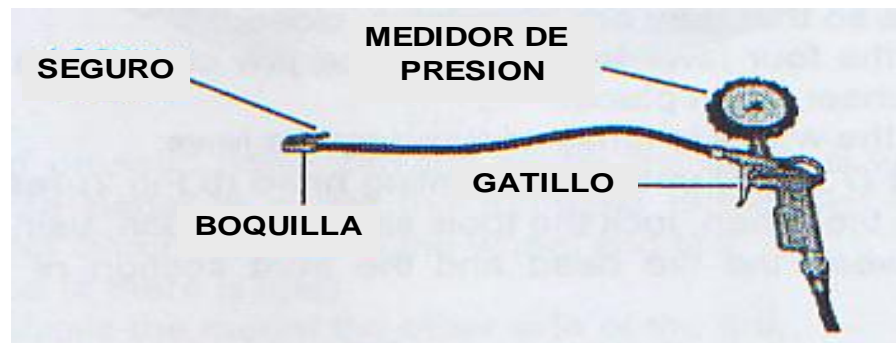

FIG. 4
- 5) Presione el gatillo en la válvula de aire para liberar aire de la boquilla, (fig. 4)